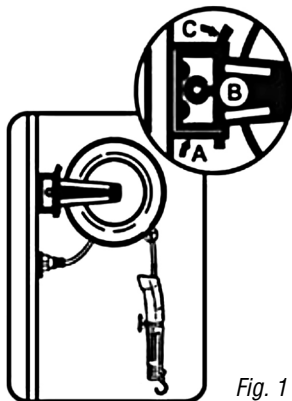

Fig. 1
4. Fixez le support en U (A) sur la poutre à l'aide des vis fournies.
5. Placez le support d'accrochage (2, B) à l'intérieur du support en U, alignant les petits trous des 2 supports (fig. 1).
6. Insérez la goupille de sécurité (C) dans les trous alignés.